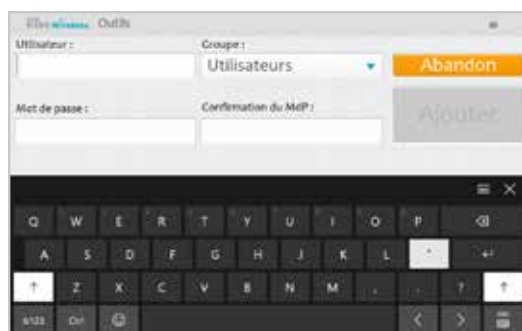

Figure 8-41 : Fenêtre Ajouter un nouvel utilisateur
- Appuyez sur Nouvel utilisateur. La fenêtre Ajouter un nouvel utilisateur s'ouvre. Reportez-vous à la Figure 8-41.